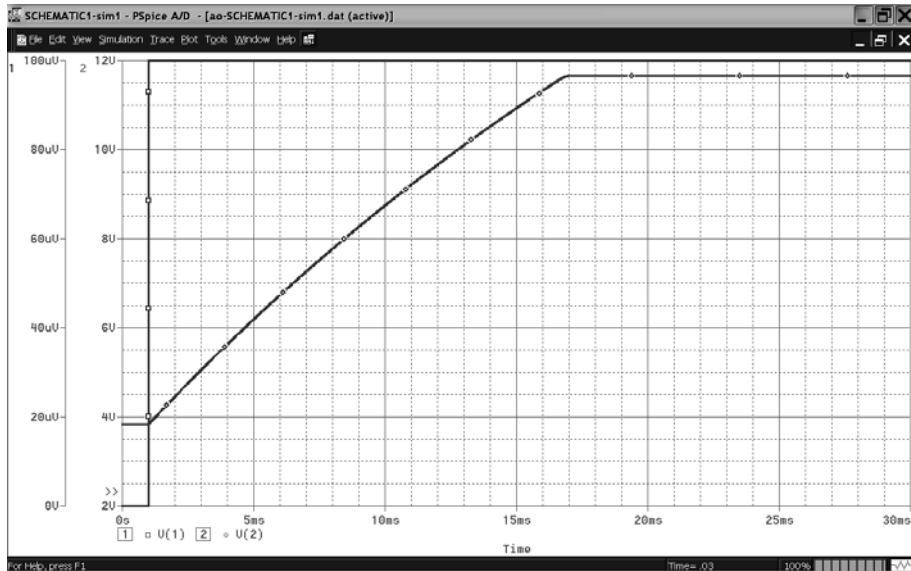

Figura 5.66
16. Realizați o analiză de regim tranzitoriu .TRAN între 0 și 30 ms și vizualizați forma de undă a tensiunii de intrare,  $V(1)$  și cea a tensiunii de ieșire,  $V(2)$  (figura 5.66).